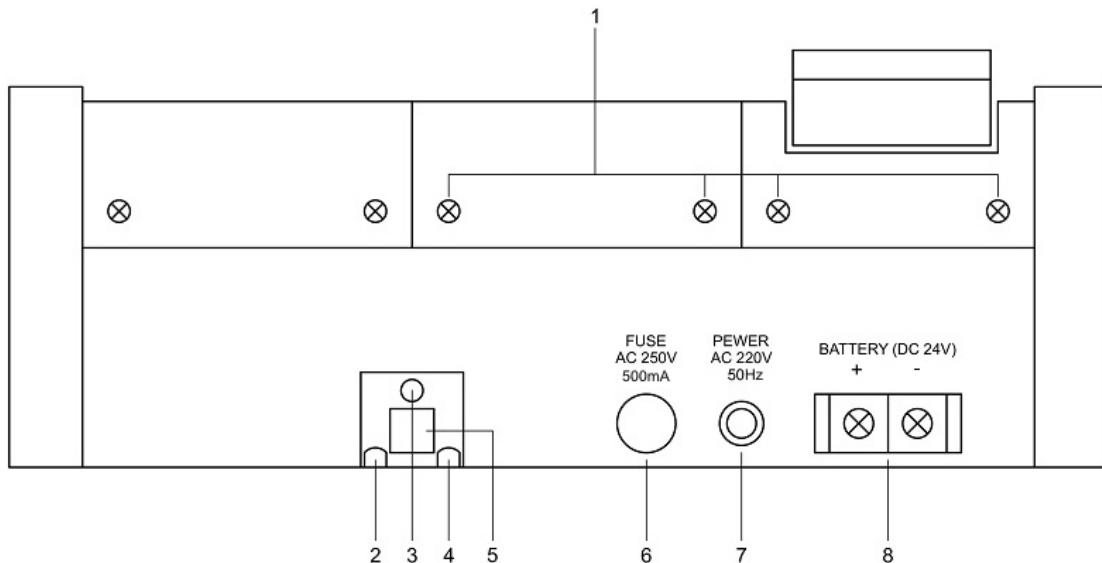

Рисунок 2. Внешний вид задней стороны корпуса пультов громкой связи
На рис.2 приведен внешний вид задней стороны корпуса пультов громкой связи.
1. Отвернуть винты (1) (рис.2) на задней стороне корпуса пульта громкой связи и поднять вверх открученные части верхней поверхности корпуса пульта громкой связи.
2. Снять с кабеля, подсоединенного к радиопередатчику MP-811S1, 4-х контактный разъем и пропустить кабель через выходное отверстие (3) (рис.2).